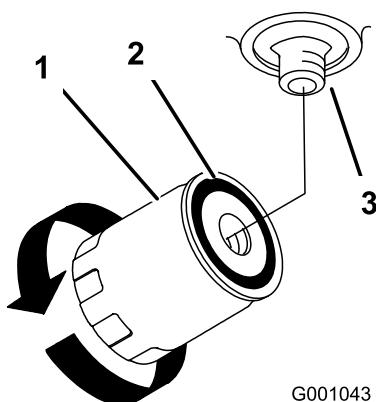

Figure 61
4. Déposez le filtre usagé, laissez l'huile s'écouler et essuyez la surface du joint de l'adaptateur (Figure 61).
7. Remplissez le réservoir hydraulique jusqu'à ce que le liquide déborde du filtre. Tournez alors le filtre à huile dans le sens horaire jusqu'à ce que le joint en caoutchouc vienne toucher l'adaptateur du filtre. Serrez ensuite le filtre de 1/2 tour supplémentaire (Figure 61).